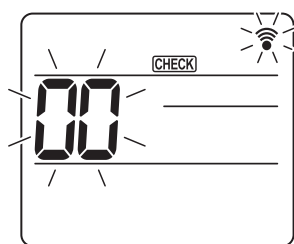
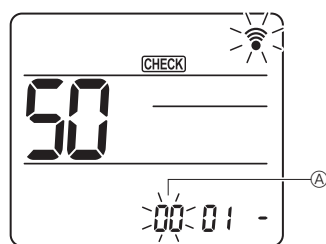
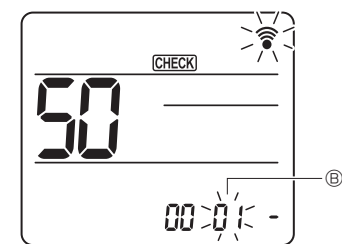
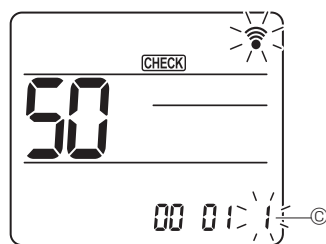

Fig. 7-16
Fig. 7-17
Fig. 7-18
Fig. 7-19
### 7.4.2. Med den trådløse fjernbetjening (Fig. 7-16, Fig. 7-17, Fig. 7-18, Fig. 7-19)
- Tryk på [MENU]-knappen inden for 5 sekunder. (Start denne funktion, mens fjernbetjeningens display er slukket). [CHECK] lyser, og "00" blinker. (Fig. 7-16)
- Tryk på [0]-knappen for at indstille enhedsnummeret ④. (Fig. 7-17)
- Tryk på [0]-knappen for at indstille funktionsnummeret ⑥. (Fig. 7-18)
- Brug [0]-knappen til at ændre indstillingsnummeret ⑦. (Fig. 7-19)
- Vælg igen ③ og ④ for at ændre flere funktionsindstillinger kontinuerligt.